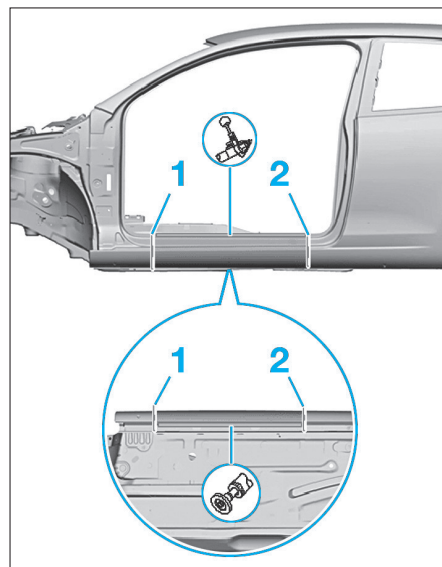

FIG. 91
- Tracer les lignes de coupe (1) et (2) en fonction de l'étendue du dommage et procéder à la découpe (Fig.91).